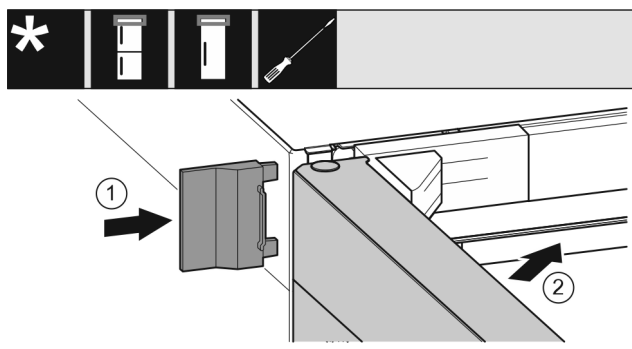

Fig. 20
- ▶ Desplazar la cubierta exterior. Fig. 20 (1)
- ▶ Cerrar la puerta superior. Fig. 20 (2)